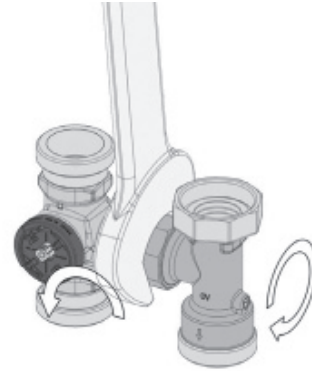

Рис. 16
2. Узел трехходового смесителя повернуть на 180°. Затем повернуть тройник на 180°. Затянуть накладную гайку с усилием 150 Нм. (рис. 16).